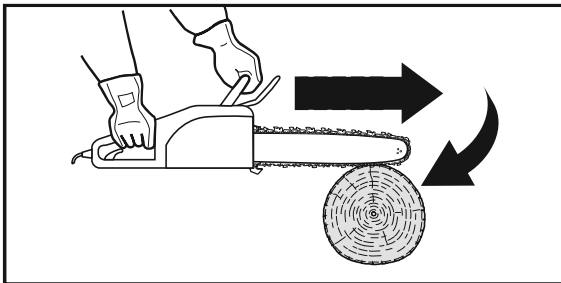

Fig. 23
1. Um aperto da corrente (12) ao longo da parte inferior da guia (13) pode resultar num movimento para a frente na direção oposta ao utilizador (Fig. 23).